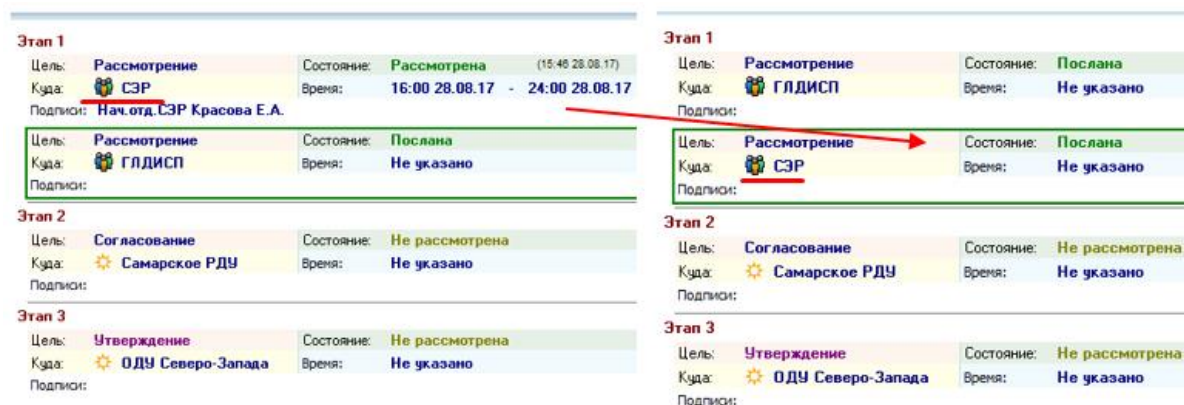

Рисунок 11.24 – Сброс подписи на текущем этапе при изменении в тексте примечания
- Если на текущем этапе не установлена ПП и присутствует соответствующая настройкам служба, которая уже рассмотрела заявку, то подпись данной службы будет удалена и службе нужно будет заново рассмотреть заявку (Рисунок 11.24);